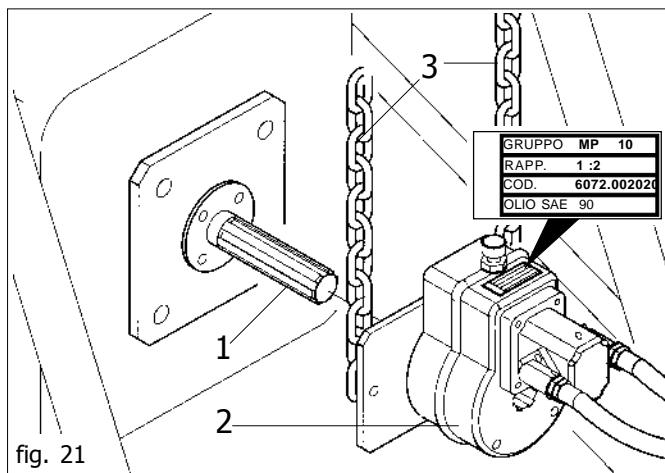

fig. 21
A motore spento e trattore bloccato, collegare correttamente tutti gli innesti rapidi. Pulire ed ingrassare la presa di forza del trattore (1 fig. 21). Innestare il moltiplicatore (2) nella presa di forza dell'attrezzatura come in figura 21. Verificare il corretto accoppiamento, bloccare la rotazione del moltiplicatore con le catene in dotazione (3). **Verificare il livello d'olio nel moltiplicatore, aggiungere se necessario (ESSO SAE W80-90).**